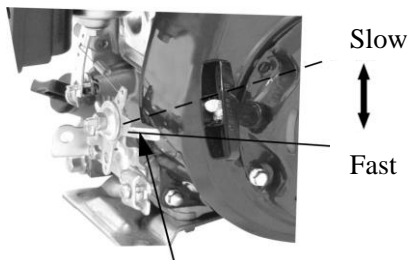

Рис.11 Рычаг
1. Поставьте рычаг дросселя в положение SLOW (медленно) (Рис. 11).